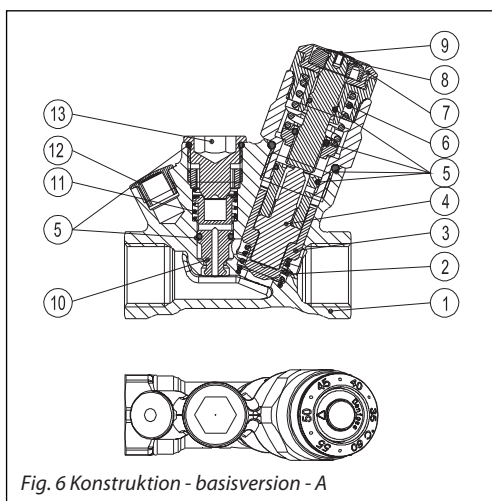
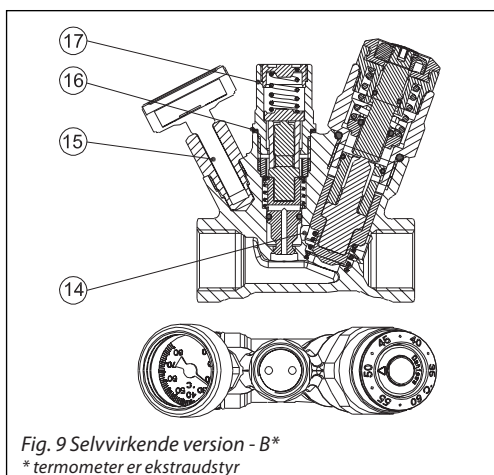
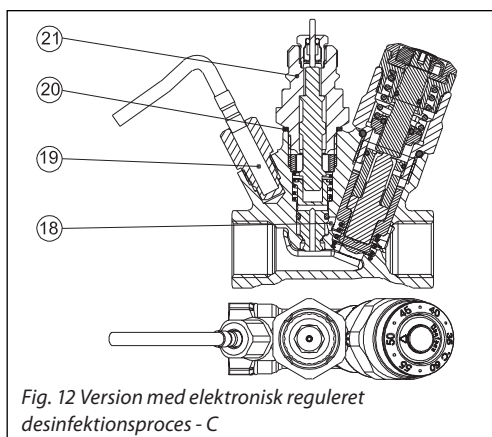

Fig. 6 Konstruktion - basisversion - A
Fig. 9 Selvvirkende version - B*
Fig. 12 Version med elektronisk reguleret desinfektionsproces - C
MTCV - er en termostatisk selvvirkende, proportional ventil. Et termoelement (Fig. 6 elem. 4) er placeret i ventilkeglen (Fig. 6 elem. 3) og reagerer på temperaturændringer.
En sikkerhedsfjeder (Fig. 6 elem. 6) beskytter termoelementet mod at blive beskadiget, når vandtemperaturen overstiger den indstillede værdi.
Efter afmontering af proppen for desinfektionselementet (Fig. 6 elem. 13)-(dette kan gøres under drift, under tryk) kan det termiske desinfektionselement monteres (Fig. 9 elem. 17).
- 1-13 Som beskrevet i Fig. 6
En temperaturføler PT 1000 skal monteres i termometerhovedet (Fig. 12 elem. 19). Termoaktuator og føler er forbundet til den elektroniske regulator CCR-2, som giver en effektiv og velfungerende desinfektionsproces i hvert stigrør. Hovedreguleringselementet arbejder inden for temperaturområdet 35-60 °C. Når desinfektionsprocessen/termovandbehandlingen starter, regulerer CCR-2 flowet gennem MTCV ved hjælp af termoaktuatorer TWA. Fordelene ved en elektronisk reguleret desinfektionsproces med CCR-2 er:
Efter fjernelse af desinfektionsproppen (Fig. 6 elem. 13) kan adapteren monteres (Fig. 12 elem. 21), og termoaktuatoren TWA kan monteres.